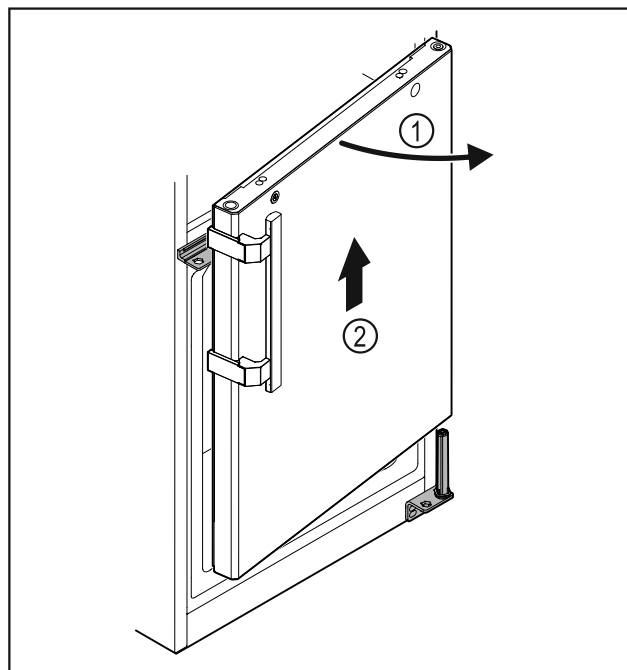

Fig. 28
- Avaa ovea Fig. 28 (1) hiukan, nosta sitä noin 200 mm suoraan ylöspäin ja ota se pois Fig. 28 (2).